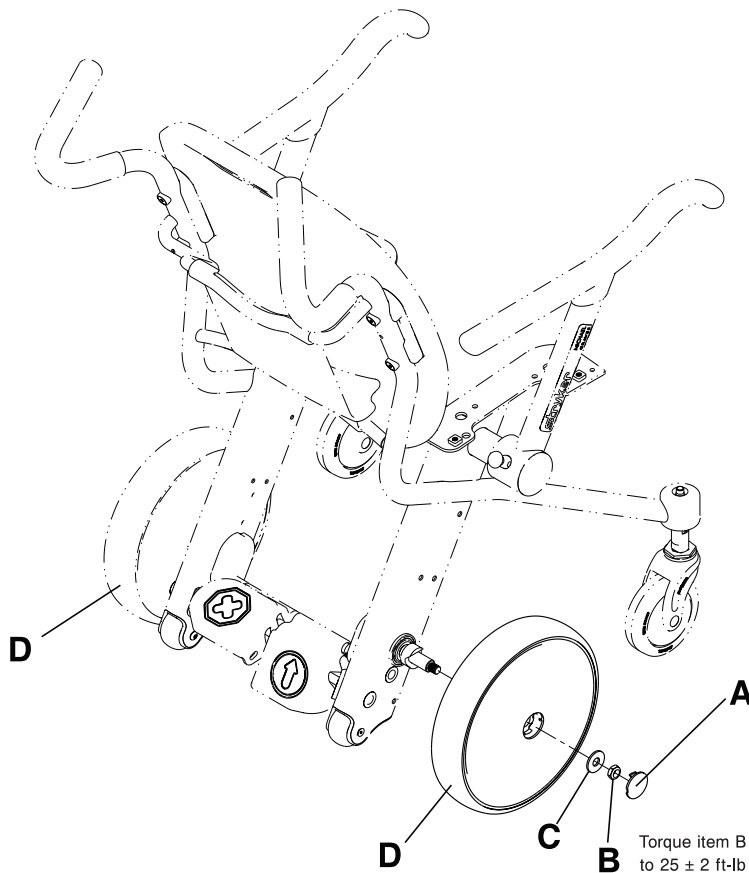

Abbildung 3-28: Austausch des Hinterrads
2. Mit einem Dorn die Abdeckung von der Zentralmutter des Hinterrads (A) entfernen und diese entsorgen (Abbildung 3-28 auf Seite 3-46).
3. Mit einer 3/4-Zoll-Stecknuss und einer 3/8-Zoll-Antriebsknarre die Zentralmutter des Hinterrads (B) entfernen und diese entsorgen (Abbildung 3-28 auf Seite 3-46).
4. Die Zentralunterlegscheibe (C) entfernen und entsorgen (Abbildung 3-28 auf Seite 3-46).
5. Das Hinterrad (D) mit beiden Händen fassen und nach außen hin abziehen. Das Hinterrad entsorgen.
6. Zum Einbau des gelieferten Hinterrads die Schritte 2 bis 5 in umgekehrter Reihenfolge ausführen. Die Zentralmutter des Hinterrads (B) mit einem Drehmomentschlüssel mit 3/8-Zoll-Antrieb auf  $25 \pm 2$  ft-lb ( $34 \pm 3$  Nm) festziehen.